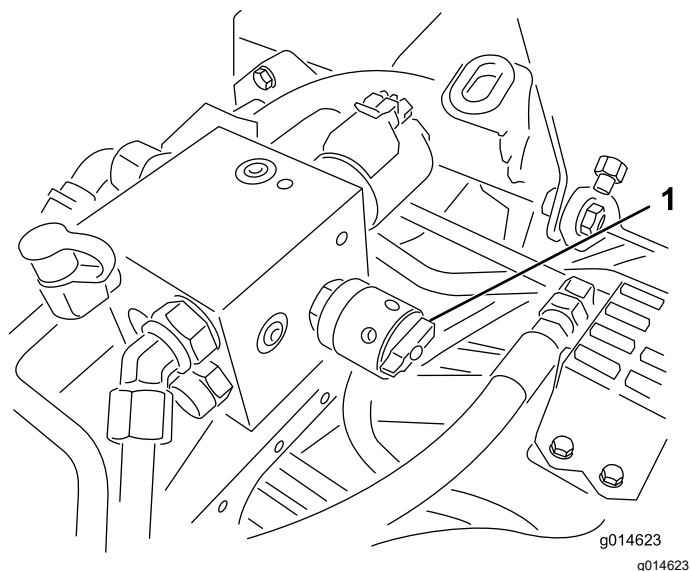

Figura 61
6. Rode o controlo da velocidade dos cilindros para a posição 1 (Figura 61).
4. Ajuste a velocidade dos cilindros, rodando o manípulo (Figura 61) até que as setas indicadoras fiquem alinhadas com o número que determinou no passo 3.